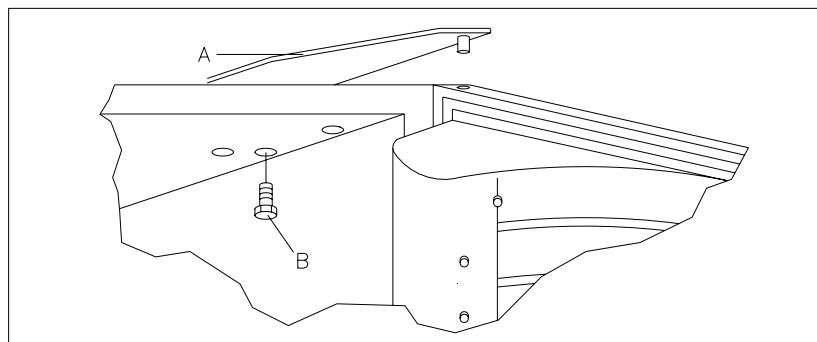

FIG. 15
- 5) Después de haber sacado todos los cables eléctricos, marcar la posición de la bisagra superior de la puerta y aflojar los tornillos (pos. B) mediante una llave de 13 mm. quitando la plancha (pos. A) FIG. 15. (Sería conveniente que otra persona ayudara a sostener la puerta mientras se saca). Apoyar la puerta sobre bloques de madera o sobre una plataforma.
- 8) Regular las planchas A FIG. 15 y el bloque de la cerradura de la puerta para alinearla correctamente y para regular la presión en la empaquetadura de la puerta.